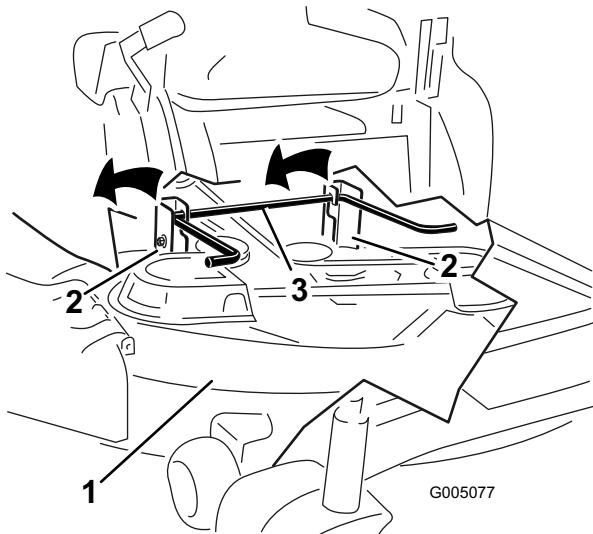

Figure 43
Remarque: Avant de déposer le plateau de coupe, notez les trous de fixation des pattes de mise à niveau (Figure 43).
5. Soulevez et enlevez le plateau de coupe et les supports de la tige de levage arrière et abaissez la tondeuse au sol avec précaution (Figure 43).
5. Soulevez l'arrière du plateau de coupe et guidez les supports sur la tige de levage arrière (Figure 43).